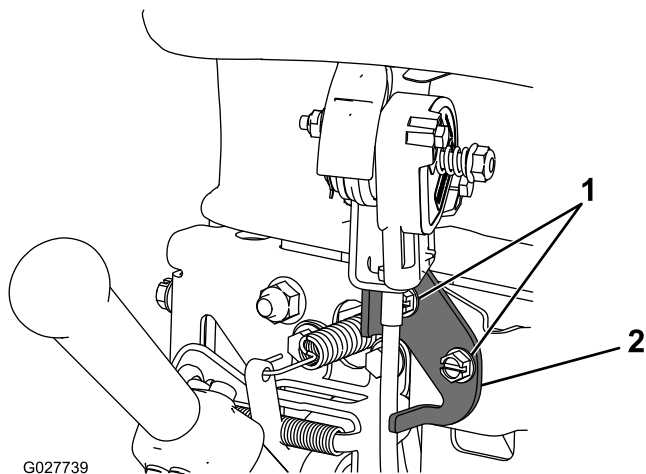

Figura 25
2. Afloje las 2 fijaciones que sujetan el control del acelerador (Figura 25).